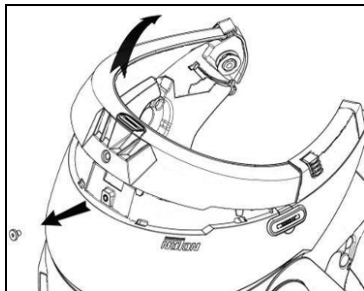

Fig. 1
- Enlevez la vis de la garniture du bord du casque à l'aide de la clé prévue à cet effet (Fig. 1).
- Enlevez complètement la garniture du bord comme cela est indiqué à la Fig. 1, en retirant ainsi également le rembourrage de confort.